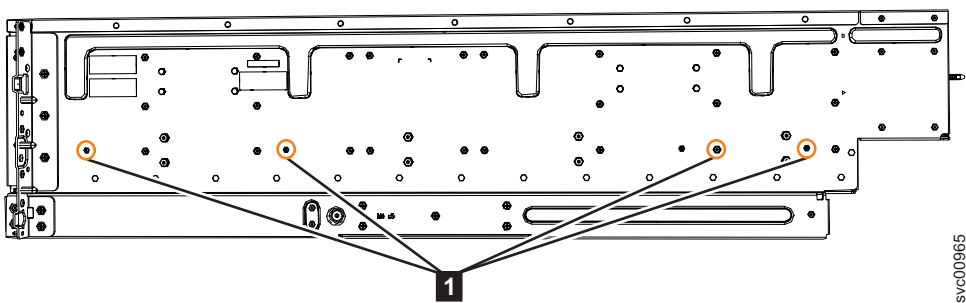

图 56. 将内部导轨连接到机柜的螺钉位置
4. 使用四颗 M4 螺钉将内部导轨连接到机柜的一侧。图 56 显示了螺钉位置。